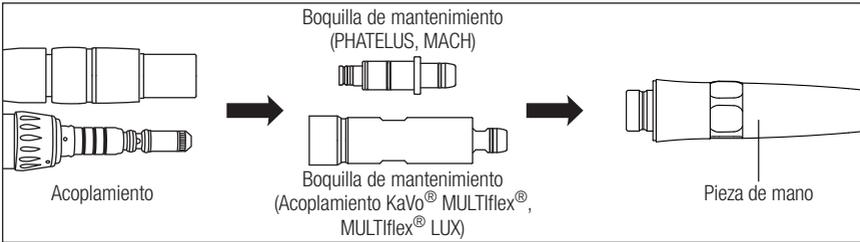

Fig. 15
- 4) Conecte la boquilla de mantenimiento al acoplamiento y fíjela a la pieza de mano. Deje que el aparato funcione sin agua durante más de 5 segundos para lavar los conductos. (Fig. 15)